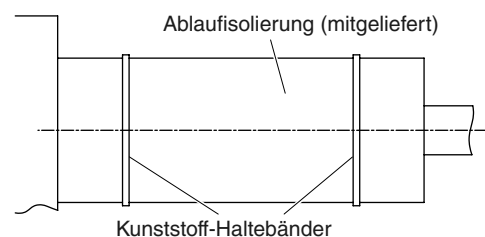

Abb. 3-141b
- (2) Nachdem das Ablaufrohr gut befestigt wurde, das mitgelieferte Abdichtmaterial und die Isolierung um das Rohr wickeln, dann mit den mitgelieferten Vinyl-Halteklemmen sichern. (Abb. 3-141b)